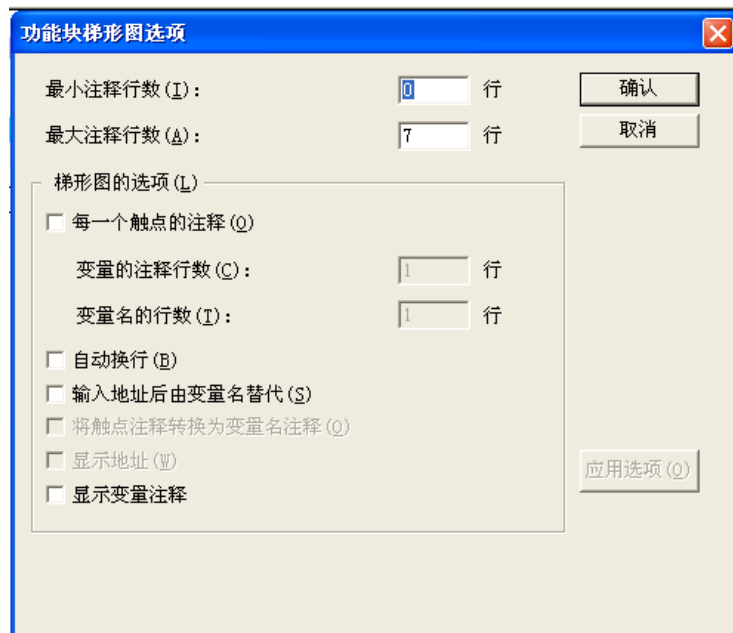

图 2-3-14 “高级”菜单 (2)
- 置位/复位：线圈可以定义成置位或者复位状态。用线圈符号 (S) 表示一个置位线圈。一旦设置为 TRUE 值，置位线圈将一直保持为 TRUE，直到被复位。用线圈符号 (R) 表示一个复位线圈。一旦设置为 FALSE 值，复位线圈将一直保持为 FALSE，直到被重新置位。
- 选项：在梯形图中，使用“选项”菜单，则会弹出如图 2-3-14 所示的“功能块梯形图选项”对话框，可以进行梯形图的相关参数设置。关于选项，请参见 7.4.9 章节。